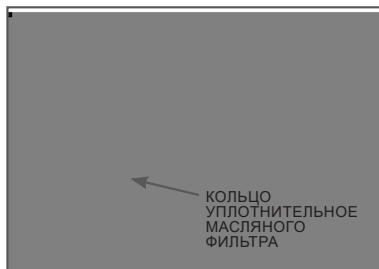

Рис. 16 Масляный фильтр
9. Внимательно осмотрите масляный фильтр (Рис. 16). Обязательно проверьте фильтрующую сетку фильтра на наличие механических повреждений (сетка порвана, имеются отверстия). При наличии повреждений и невозможности очистить сильные загрязнения фильтр необходимо заменить.
При каждой очистке масляного фильтра обязательно меняйте уплотнительное кольцо масляного фильтра (Рис.16). При установке кольца на корпус фильтра не допускайте его повреждения. После установки уплотнительного кольца на корпус масляного фильтра контролируйте правильность установки кольца, оно не должно быть перекручено.